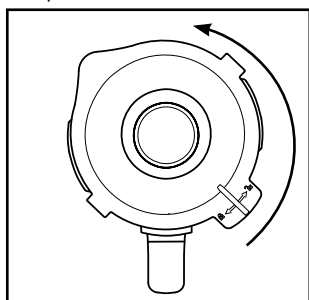

Fig. 1
- 1) Retire el vaso ③ del bloque motor ⑥ en posición recta hacia arriba.
- 2) Retire la tapa ②; para ello, gírela en sentido antihorario hacia la posición  (consulte la fig. 1) hasta que pueda extraerse hacia arriba.
- 3) Llene el vaso ❸ como mínimo hasta la rayita inferior de la escala ❸ y, como máximo, hasta la marca MAX. Para obtener un resultado óptimo, recomendamos las siguientes cantidades máximas de llenado: